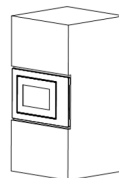

Fig 2
2. Empurre o micro-ondas até ao fim. (Fig. 2)